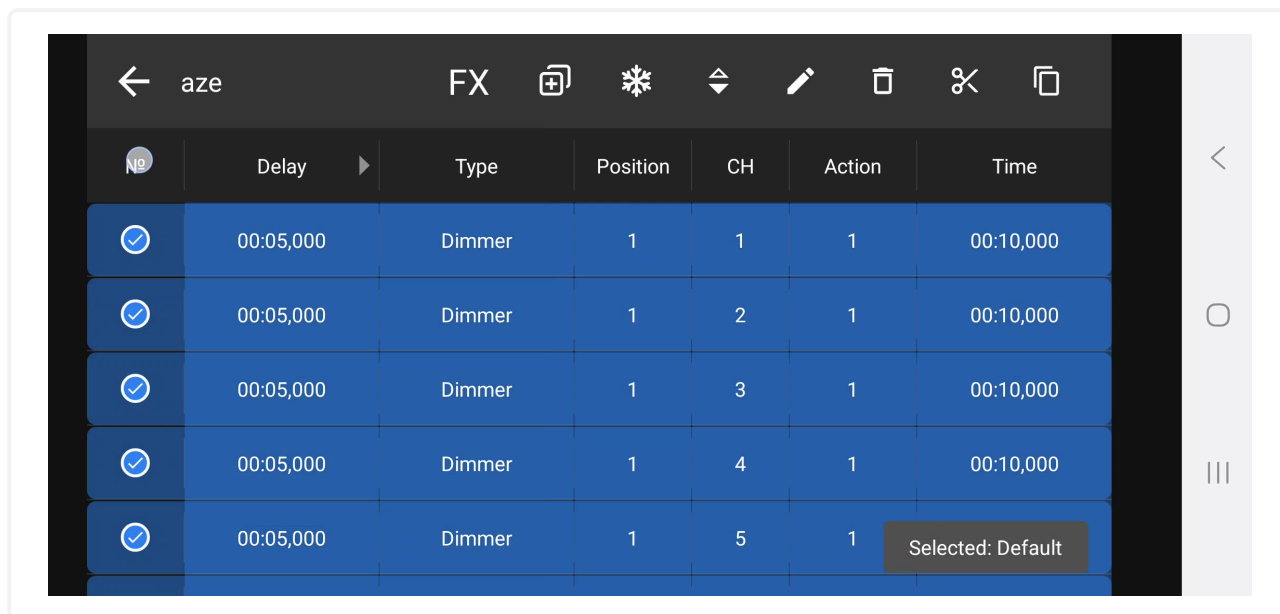

Рис. 28: Экран выделения точек программы для FX тестирования
1. В рабочем окне редактирования программы (рис. 28) выделите точки программы для визуального тестирования